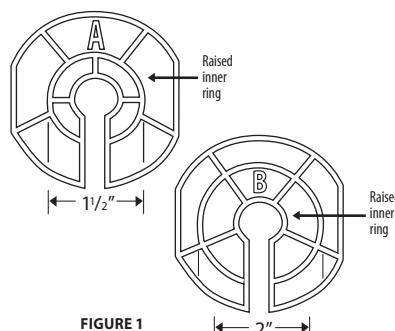

FIGURE 1
We recommend that you remove the entire drain assembly. To remove this assembly you must first remove the plastic nut found on the outside of your Rubbermaid tank. This nut holds the drain assembly in place. After the nut is removed, the drain assembly can be removed. You should remove the threaded drain assembly, plastic nut and rubber gasket. Save these items to be reinstalled in your tank after the heating season. If you're using a Rubbermaid tank and have removed the drain assembly as described above, you should choose side "B" of the nut as shown in figure 1. You will install your de-icer with this side facing the tank.
1. Determine the correct side by placing the nut against the drain hole on the outside of the tank. Try to fit the diameter of the raised inner ring of each side of the nut into the inner diameter of the drain hole (see figure 1). Choose the side that fits most snugly. This will help secure and center the de-icer within the opening of larger drain holes found on some tanks.
figure 1 is larger in diameter than the drain hole diameter found on your tank, then you may use either side of this nut. This indicates that the drain hole is small enough to allow your de-icer to remain centered within the drain opening.
Une fois l'écrou enlevé, l'ensemble de drainage peut être retiré. Vous devriez retirer l'ensemble de drainage fileté, l'écrou de plastique et le joint de caoutchouc. Conservez ces articles qui pourront être réinstallés dans le réservoir à la fin de la saison de chauffage. Si vous vous servez d'un réservoir Rubbermaid et que vous avez retiré l'ensemble de drainage tel que décrit ci-dessus, vous devriez utiliser le côté « B » de l'écrou, comme montré dans la figure 1. Vous devrez installer votre dégivreur en orientant ce côté vers le réservoir.
1. Déterminez le bon côté en plaçant l'écrou contre le trou de drainage se trouvant à l'extérieur du réservoir. Essayez d'ajuster le diamètre de l'anneau interne surélevé de chaque côté de l'écrou dans le diamètre interne du trou de drainage (voir la figure 1). Choisissez le côté offrant le meilleur ajustement. Cela vous aidera à fixer et centrer le dégivreur dans l'ouverture des trous de drainage plus gros se trouvant dans certains réservoirs.
2. Si l'anneau interne surélevé (se trouvant des deux côtés de l'écrou) montré dans la figure 1 est plus large que le diamètre du trou de drainage de votre réservoir, vous pouvez utiliser n'importe quel côté de cet écrou. Cela indique que le trou de drainage est suffisamment petit pour que le dégivreur reste centré dans l'ouverture de drainage.